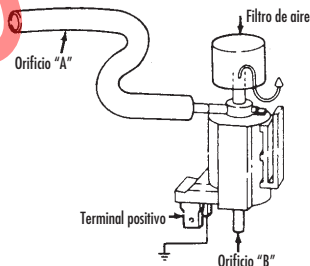

FIGURA 13: SOLENOIDE DE VACÍO TÍPICO
1) Desconecte los conectores de vacío y eléctricos del solenoide. Conecte la bomba al orificio "B" y trate de aplicar vacío con la bomba. El vacío debe romperse por el orificio "A" (FIGURA 13).